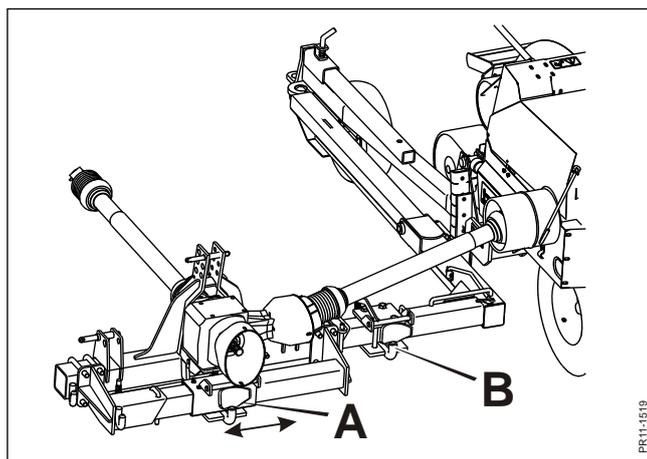

Fig. 3-3
**Fig. 3-3** Hay disponible como equipo opcional un enganche ajustable lateral que se monta en la suspensión **A** o un enganche sólido que se monta en el bastidor de suspensión de 3 puntos **B**.